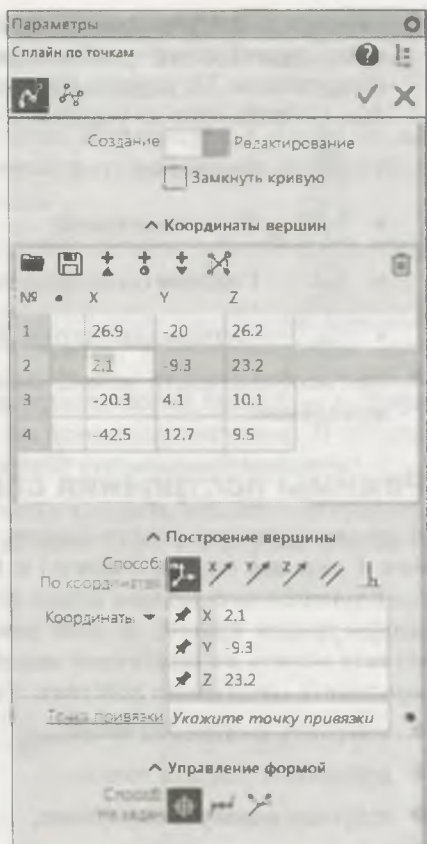

Рис. 22.7. Панель Параметров: Сплайн по точкам
- ◆ вызовите команду **Сплайн по точкам**. На панели **Параметры: Сплайн по точкам** (рис. 22.7) в **Заголовке** имеется команда **Сплайн по полюсам** для возможности перехода к данной команде. Далее сплайн строится аналогично ломаной;